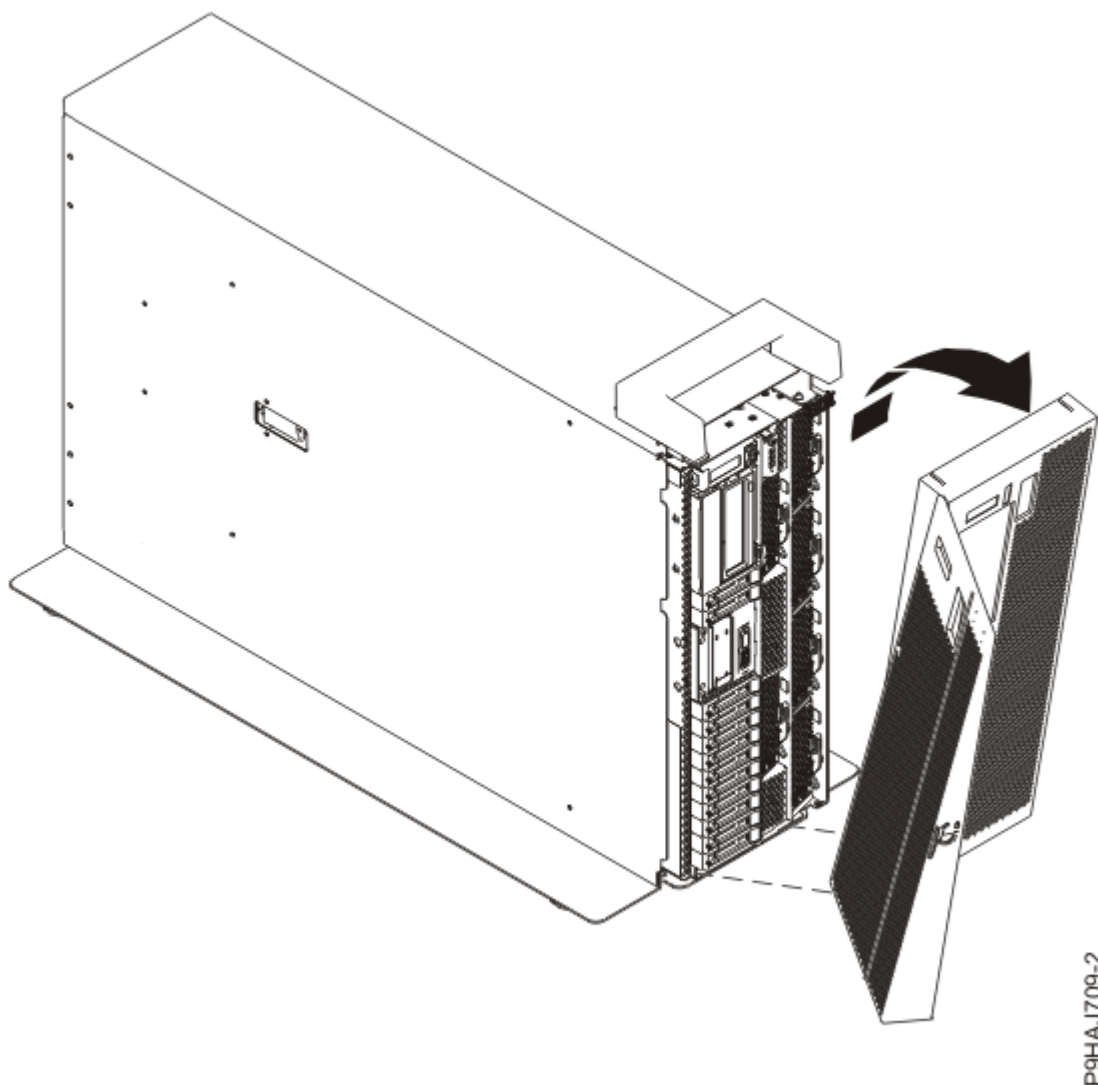

Figure 4. Retrait du capot avant
- d) Retirez le capot du système, comme illustré dans la Figure 4, à la page 5.